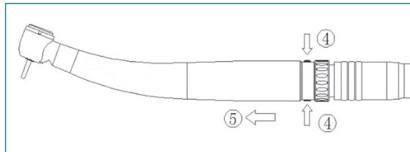

Fig. 6-10
- Maintenez fermement le coupleur à LED et appuyez sur les deux boutons situés sur le côté du coupleur à LED (Fig. 6-10④).
- Retirez le dispositif médical (Fig. 6-10⑤).